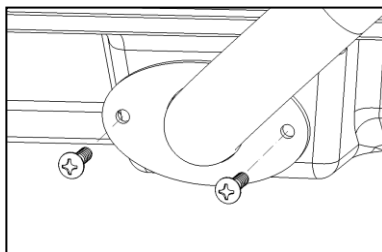

Abbildung 3
3. Schieben Sie die OVALE BEFESTIGUNGSPLATTE über das BASISROHR bis hinunter zum Fuß des Spa. Verwenden Sie die Bohrmaschine mit Kreuzschlitz-Bit, um die OVALE BEFESTIGUNGSPLATTE mit zwei Flachkopfschrauben am Spa festzuschrauben (siehe Abbildung 3).